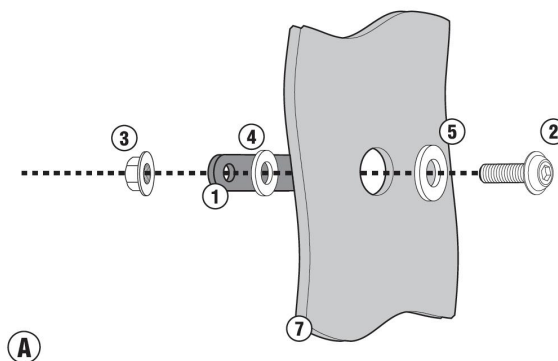

図 3
※. ①サポート（左右）、⑦スクリーンに対する②③④⑤各部品の組み付け順序につきましては、次ページ図 3 を参照してください。